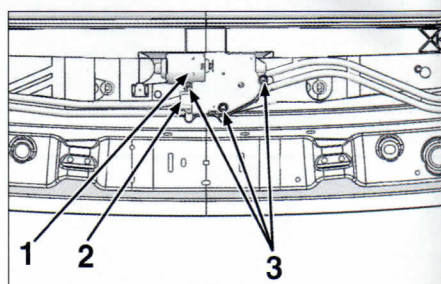

FIG. 59
Desenchufar el conector (2) (fig. 59).